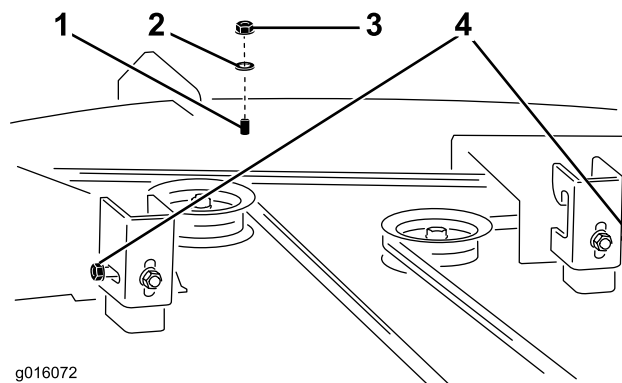

Figure 2
- Desserrez, **mais ne retirez pas**, l'écrou à embase sur l'extérieur de chaque support de suspension à l'arrière du plateau (voir Figure 2).
- Retirez le boulon, la rondelle et l'écrou existants comme illustré à la Figure 2 et mettez-les de côté.